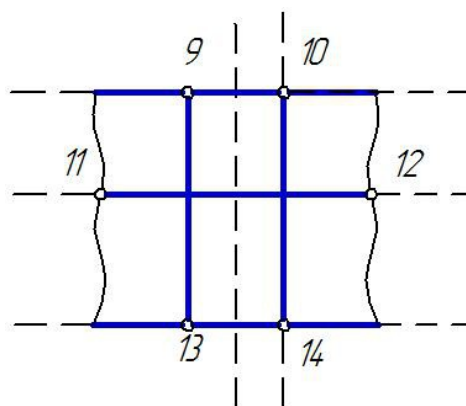

Рис. 2.5. Построение линии стыка деталей
4. Постройте центральную часть разреза (рис. 2.5):